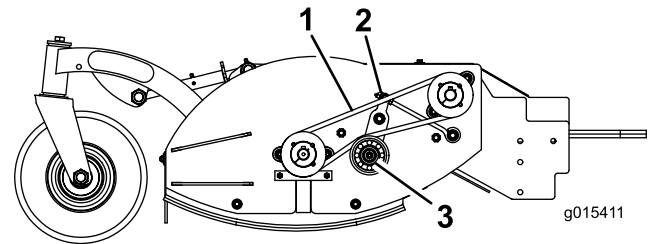

Bild 10
Prüfen Sie den Riemen visuell (Bild 10), achten Sie auf Schmutz, Abnutzung, Risse und Anzeichen einer Überhitzung. Tauschen Sie den Riemen aus, wenn er stark abgenutzt ist oder Zeichen von Beschädigungen aufweist.
Führen Sie die folgenden Schritte aus, um den Riemen auszutauschen; beziehen Sie sich ständig auf Bild 10:
Die richtige Riemenspannung ist eine Kraft von 2 kg, um den Riemen in der Mitte des längsten Riemenverlaufs um 13 mm durchzubiegen (Bild 10).
- A. Lockern Sie die Sicherungsmutter (Bild 10)